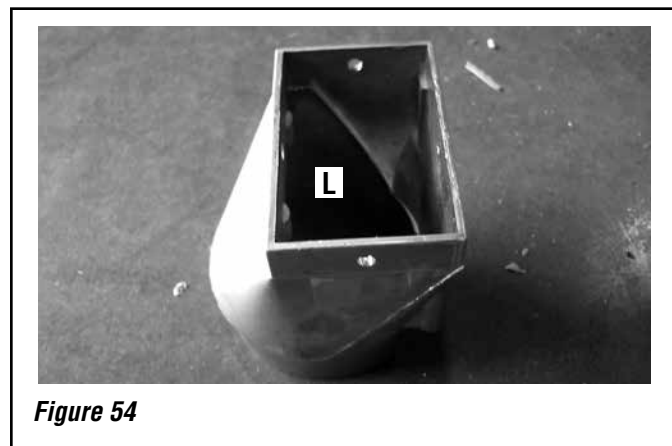

Figure 54
1. Avec une terminaison d'évacuation arrière, retirer les trois vis (une au dessus et une de chaque côté) qui fixent le boîtier de nettoyage du système d'évacuation et remplacer celui-ci par l'adaptateur (voir **figure 54**).